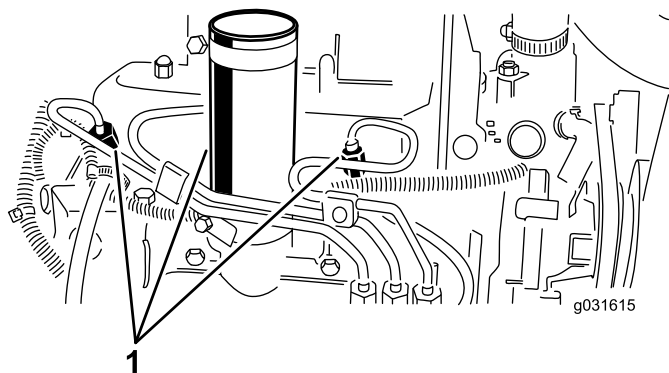

Рисунок 51
1. Ослабьте соединение трубки к соплу № 1 и держателю в сборе (Рисунок 51).